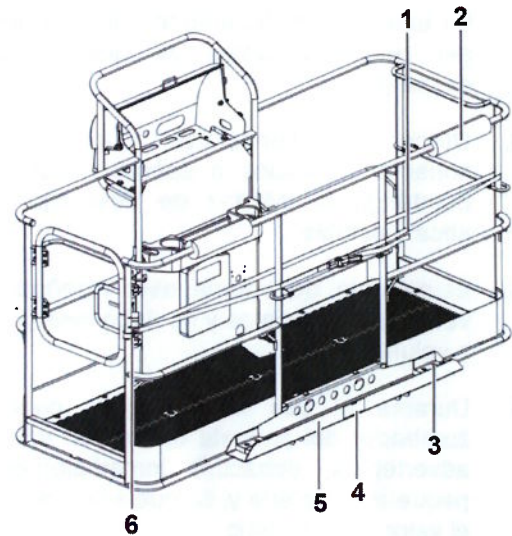

Figura 9-1
- 2) Coloque la parte superior del soporte del panel frente a la placa inferior de la plataforma y presione el soporte hacia abajo hasta que esté alineado con la superficie superior de la placa inferior, y la ranura del soporte se alinee con la ranura correspondiente en la placa inferior de la plataforma, como se muestra en la Figura 9-1.
- 7) Coloque la almohadilla de goma en la ranura del soporte del panel y fije con sujetadores, como se muestra en la Figura 9-1.
- 8) Instale la funda de esponja en la barra superior de la plataforma, como se muestra en la Figura 9-1.
- 9) Conecte la correa y la abrazadera de tubo a la viga vertical de la plataforma. Conecte la correa a la abrazadera de tubo y apriete con sujetadores hasta que la abrazadera de tubo esté fijada pero todavía se pueda deslizar libremente sobre la viga vertical, como se muestra en la Figura 9-1.